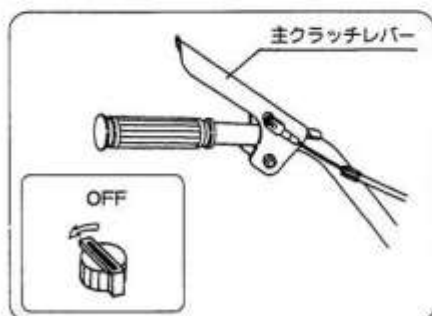

図13
デットマンクラッチを採用しておりますので、あぶないと思ったらクラッチレバーより左手を離してください。機械が停止します。機械が停止後、停止スイッチを【OFF】位置にしてください。エンジンが停止します。(図13)
- ① スロットルレバーをゆっくり [高速] 位置にします。(図13)